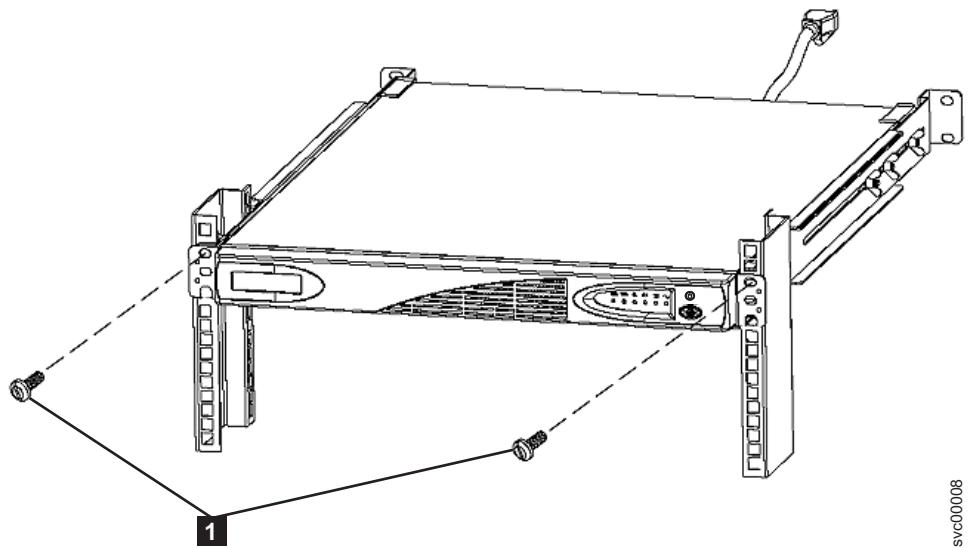

図 12. 2145 UPS-IU用のねじの取り付け
2. 21 ページの図 12 に示すように、2145 UPS-1Uの前面に 2 本の取り付けねじ (M6x10) **1** を取り付けます。